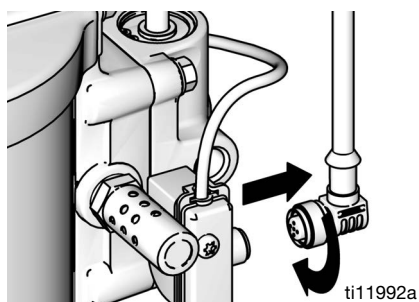

BILD 18. Koppla bort DataTrak
1. Skruva loss kabeln från baksidan på tungrelät. Se BILD 18.